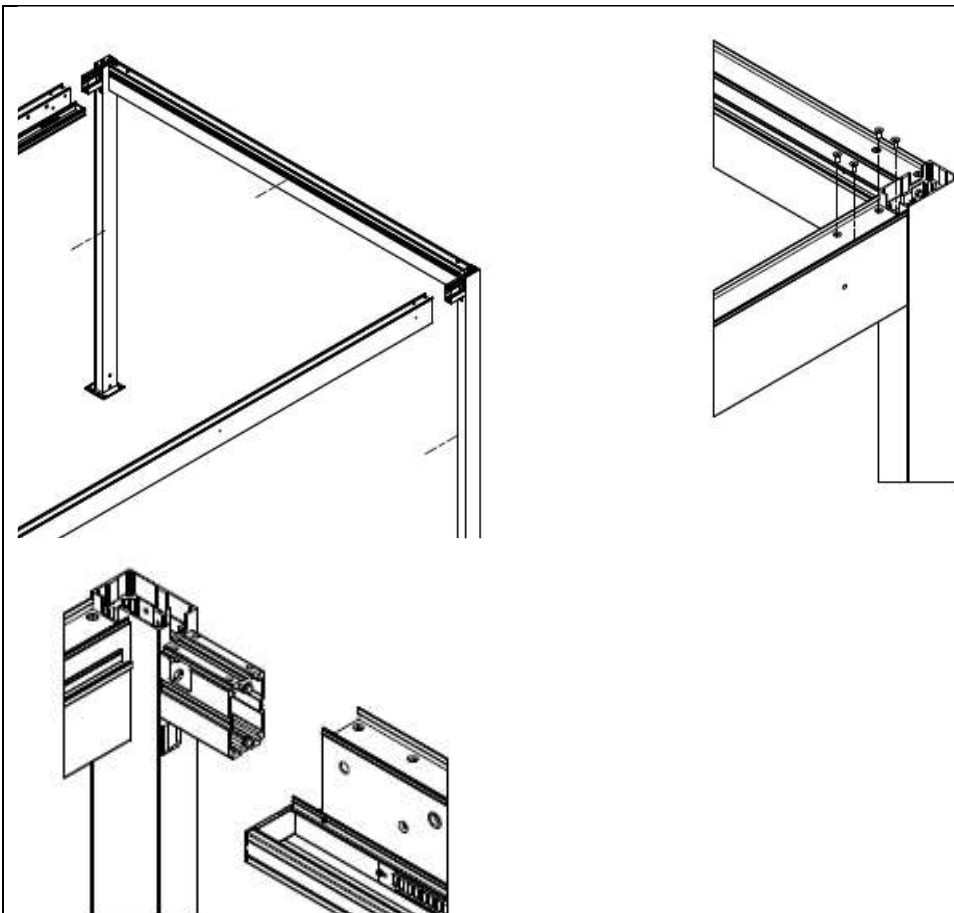

Figure 17
6. Visser les extrémités insérées des poutres longitudinales aux os du cadre transversal à l'aide de vis à tête fraisée M8 x 20 avec douille à six pans creux, conformément à la Fig.17.
Attention : Les poteaux avec le drainage de l'eau ont un trou carré sous l'os (Fig. 17 en bas). Lors de l'insertion des poutres longitudinales, des profils de drainage rectangulaires dépassent des poutres aux extrémités. Ils doivent être soigneusement insérés dans le profil du poteau lors de la mise en place.